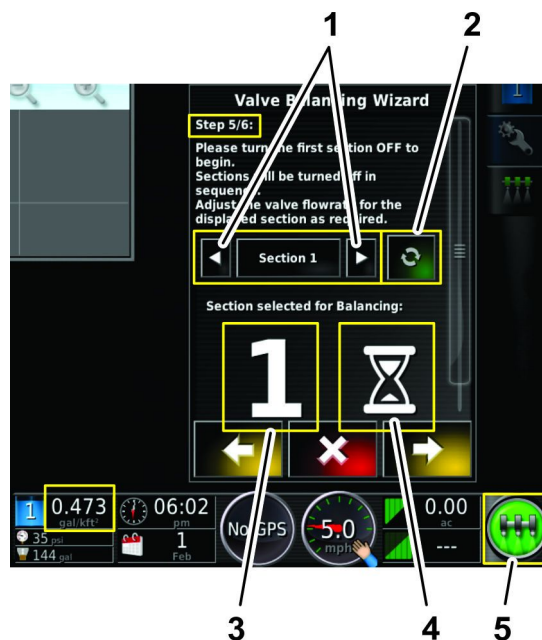

Figure 144
- Attendez que le logiciel GeoLink finisse de traiter l'action de débit (Figure 144).